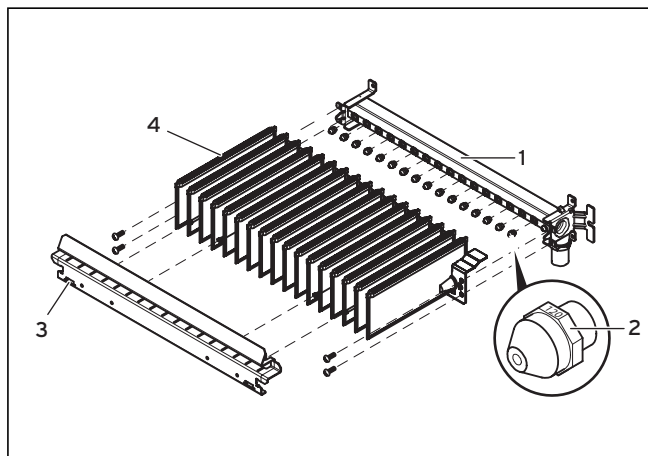

Fig. 6.3 Denominazione degli ugelli
- Controllare che siano stati applicati gli ugelli giusti, vedere Fig. 6.3 Denominazione degli ugelli. A questo scopo confrontare la denominazione degli ugelli montati con quella riportata nella tabella al paragrafo 9 Dati tecnici. Per fare questo può essere necessario smontare il bruciatore, vedere paragrafo 7.5 Pulizia del bruciatore.